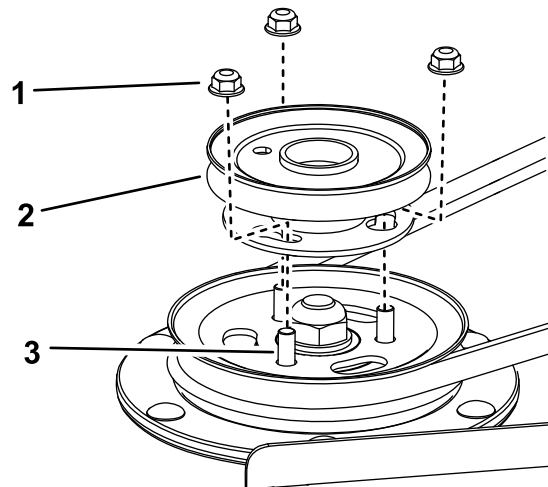

Figura 1
3. Retire las tuercas existentes del conjunto de polea existente y deseche las tuercas y el conjunto de polea (Figura 1).
4. Instale el conjunto de polea nuevo en la carcasa de corte con 3 tuercas ($\frac{3}{8}$ " (Figura 1).